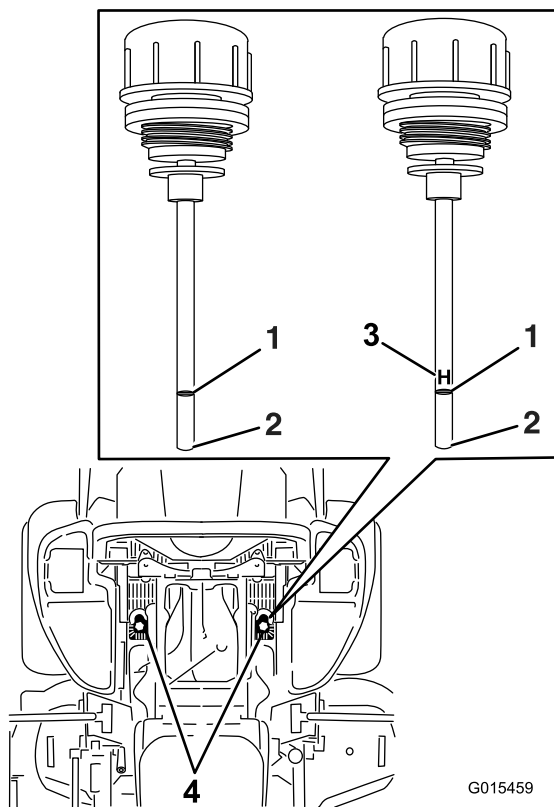

Figura 83
6. Limpie la zona alrededor de las varillas de los depósitos del sistema hidráulico (Figura 83).
7. Retire una varilla del depósito hidráulico (Figura 83).
9. Retire la varilla e inspeccione el extremo (Figura 83).